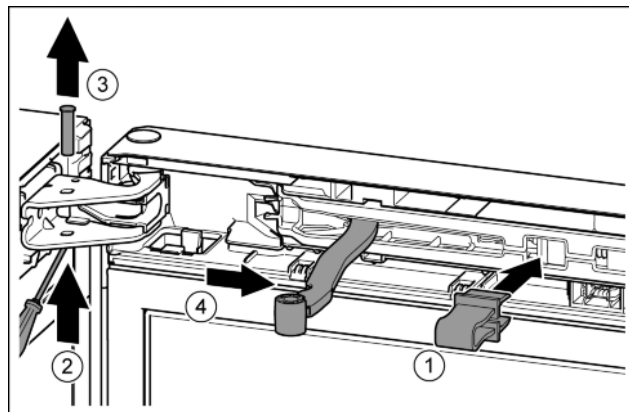

Fig. 8
- Зафіксуйте запобіжник в отворі. Fig. 8 (1)
- Виштовхніть палець за допомогою викрутки. Fig. 8 (2)
- Вийміть гвинт рухом нагору. Fig. 8 (3)
- Поверніть шарнір у напрямку дверцят. Fig. 8 (4)